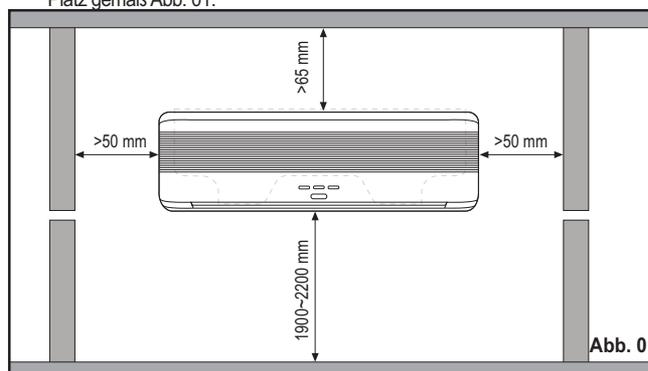

Abb. 01
- Berücksichtigen Sie dabei auch den für eventuelle Reparaturen erforderlichen Platz gemäß Abb. 01.